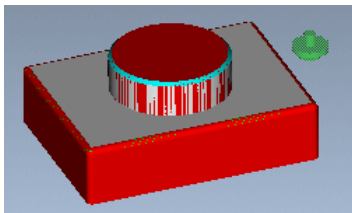

图 3.13.9 运行结果
Step1. 在设计树中选中  **MILL1** 选项，右击，在弹出的快捷菜单中选择  **材料移除模拟** 命令，系统弹出“VERICUT 7.1.5 by CGTech”窗口，单击  按钮，运行结果如图 3.13.9 所示。